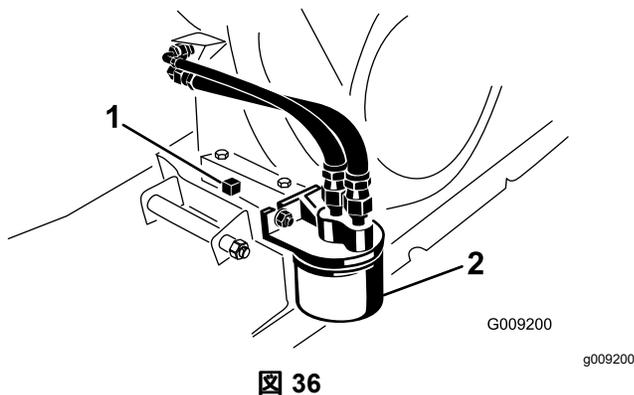

図 36
7. ドレンプラグの下にオイルを受ける容器をおく (図 36)。
8. ドレンプラグを抜きシールを外す (図 36)。
2. 既存のオイルフィルタを外す (図 36)。
4. ガスケットが取り付けプレートに当たるまで手で回して取り付け、そこから更に 1/2-3/4 回転増し締めする (図 36)。